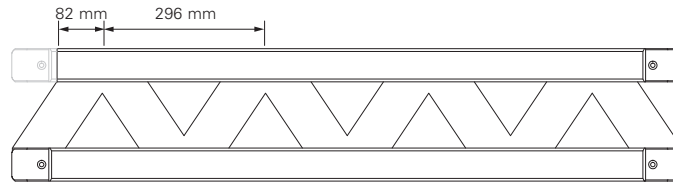

Fig. A2.22
1. Raccourcissez la membrure supérieure sur la traverse GT 24 conformément à la Fig. A2.22.
Afin de pouvoir replier l'élément de compensation lors de son montage, la membrure supérieure de la poutrelle secondaire GT 24 doit être raccourcie. (Fig. A2.22)